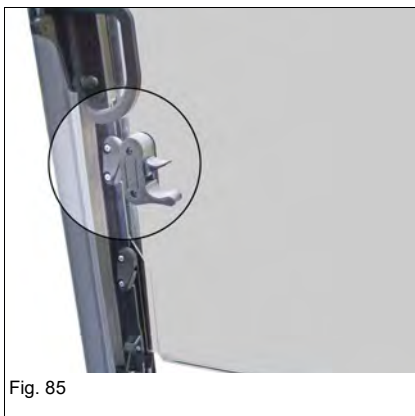

Fig. 85
- ▶ Quando todo o para-brisas frontal for aberto ou fechado, o para-brisas frontal inferior tem de estar completamente aberto (Fig. 85).